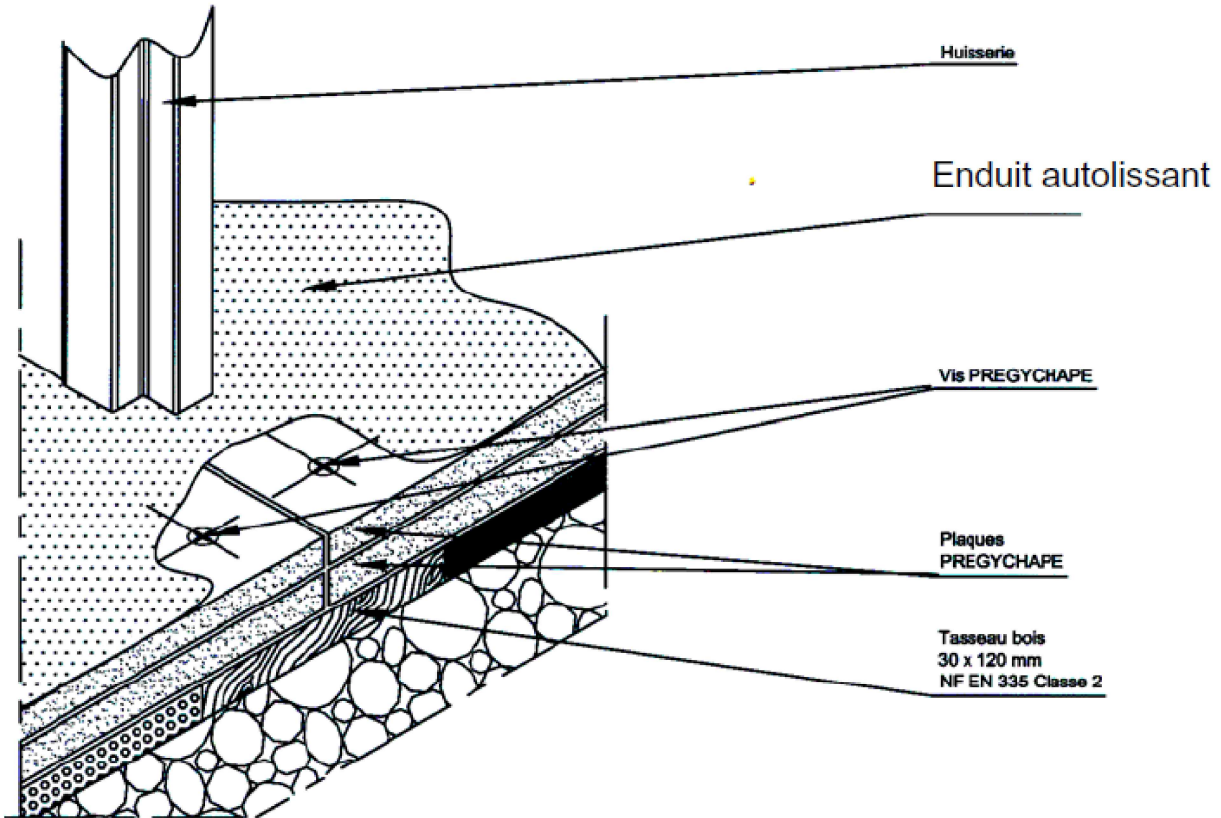

Figure 4 - Passage de portes
- les plaques SINIAT PREGYCHAPE sont solidarisées entre elles par un tasseau continu en bois de largeur 120 mm et d'épaisseur 30 mm au minimum, fixé au support (cf. figure 4).